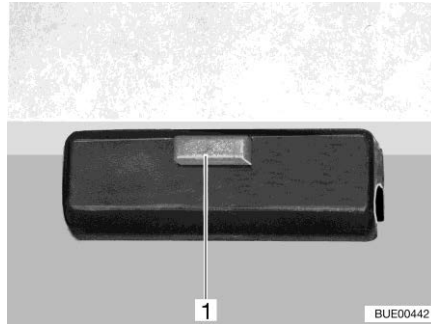

Bild 127 Lås
- Lossa låset (Bild 127,1) på bordsskivan.